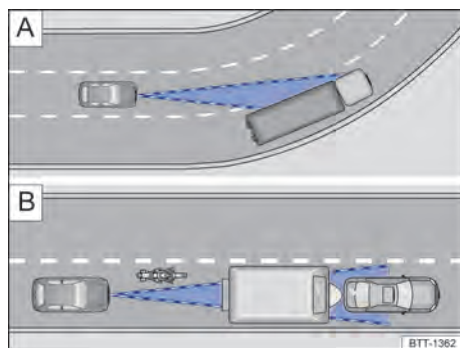

Fig. 99 (A) Condução em curva. (B) Veículos fora da área de alcance do sensor do radar
O sensor de radar frontal sempre realiza as medições em sentido reto. Por isso, veículos em curvas fechadas podem ser acidentalmente detectados ou veículos à frente podem não ser detectados → Fig. 99 A).
- Veículos que conduzem fora da área do sensor em pequena distância do próprio veículo, por exemplo, motocicletas → Fig. 99 B).